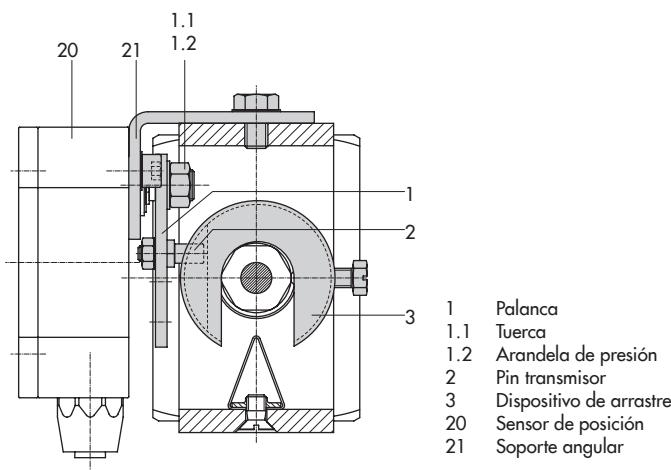

Fig. 28: Montaje en válvula de microcaudal
- Ver fig. 28
1. Situar la palanca (1) del sensor a su **posición media y fijarla**. Soltar la tuerca (1.1) y separar la palanca M (1) estándar con la arandela de presión (1.2) del eje del sensor.
2. Atornillar el sensor de posición (20) en el soporte angular (21).
3. Elegir la palanca S (1) de las piezas de montaje y atornillar el pin transmisor (2) en el orificio para posición de pin 17. Colocar la palanca (1) y la arandela de presión (1.2) en el eje del sensor. Situar la palanca en su posición media y fijarla. Roscar la tuerca (1.1).
4. Colocar el dispositivo de arrastre (3) en la unión de los vástagos, alinearlo en ángulo recto y fijarlo.
5. Colocar el soporte angular (21) con el sensor de posición en el puente de la válvula de forma que el pin transmisor (2) se deslice por la ranura del dispositivo de arrastre (3).